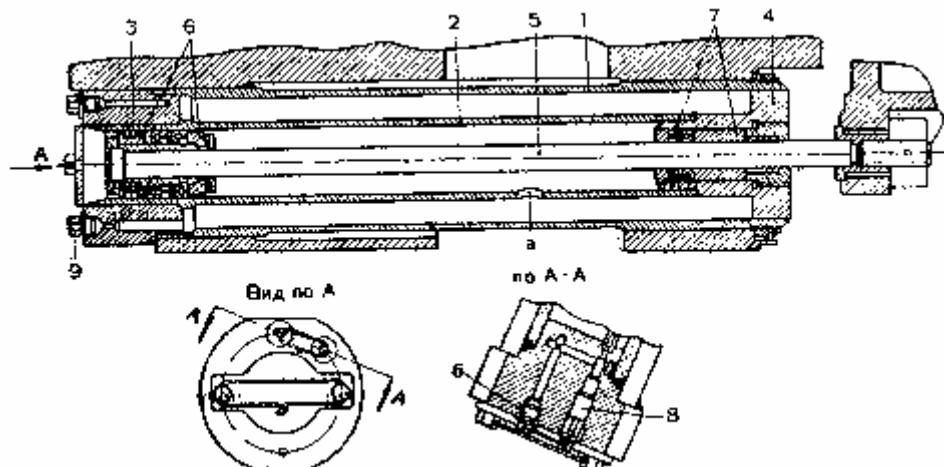

Рис. 179. Накатник (разрез):
34...37 ат. Накатник состоит из следующих основных деталей (рис. 179): наружного цилиндра 1, рабочего цилиндра 2, задней крышки 5 и корпуса 4 сальника (сваренных вместе), штока 5 с поршнем 6 и сальника 7.
Жидкость, находящаяся во внутреннем цилиндре накатника, перегоняется через отверстие а (рис. 179) в наружный цилиндр и ещё больше сжимает находящийся в наружном цилиндре воздух.
- 5) Вывинтить пробку 9 (рис. 179) и полностью слить жидкость из накатника.